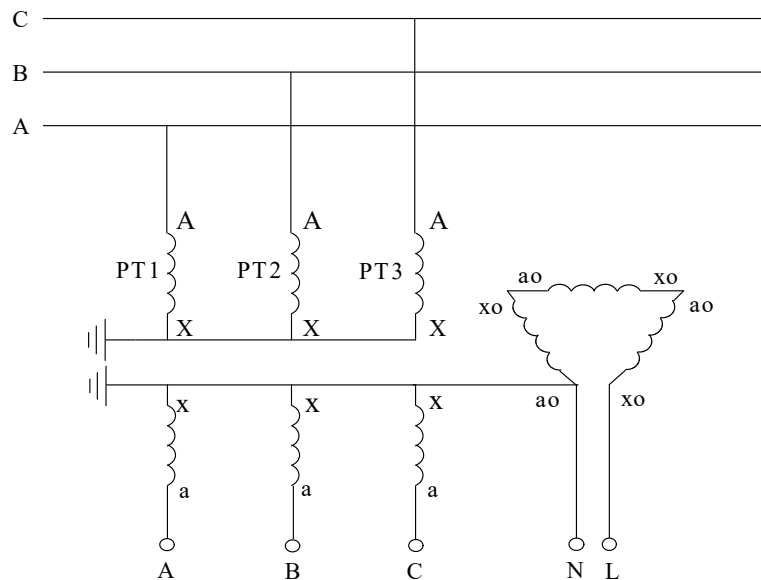
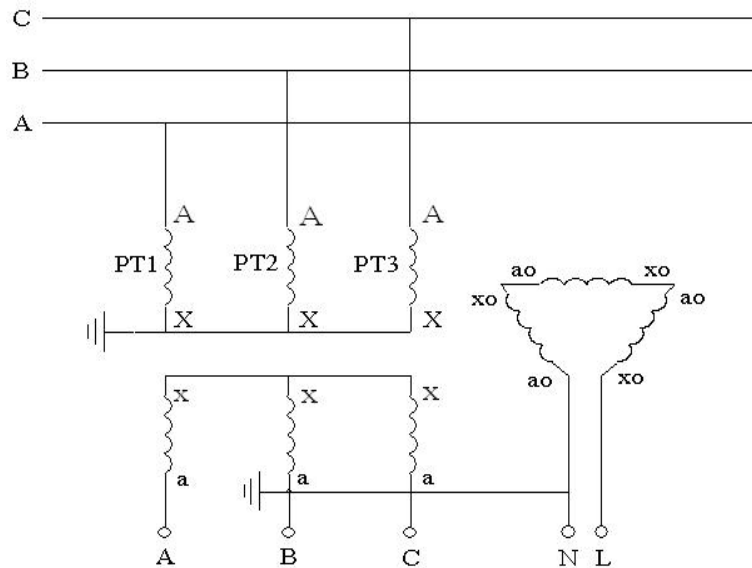

图7 3PT 连接方式，N 接地
图 8 3PT 连接方式，B 相接地
这种连接方式分“N接地”、“B相接地”两种，分别如图7和图8所示。
图 7、图 8 所示的系统运行方式是从 PT 开口三角测量系统电容电流时所必须的运行方式。而对于一般的系统，并不都是处于这样的运行方式下，例如在系统中还接有消弧线圈、PT 高压侧中性点接有高阻消谐器、PT 开口三角接有二次消谐装置等。这时，为了使用测试仪进行容性电流的测量，必须将运行方式转换为图 7 或图 8 所示的运行方式。
- (1) 检查测量用的 PT 高压侧中性点是否安装有高阻消谐器，如有，将其短接。从测量原理可知，选用哪组 PT 进行测量，我们就只考虑这组 PT 的接线情况。而无需关心系统内的其他 PT 的情况。如果系统中有些 PT 安装高阻消谐器，有些没安装，则完全可以从没有安装高阻消谐器的 PT 进行测量，这样可以省去短接消谐器的工作。
- (2) 检查消弧线圈是否全部退出运行。在有电气联系的被测电压等级系统中所有消弧线圈均要退出运行，并非只退出该变电站的消弧线圈。同时只考虑被测电压等级的情况，无需考虑其他电压等级的情况。例如，被测变电站 A 为 10kV 系统，并通过联络线与变电站 B 的 10kV 系统相连，变电站 A 有 2 台消弧线圈，变电站 B 有 1 台消弧线圈，则测量时有电气联系的这 3 台消弧线圈均要退出运行；而 35kV 系统有无消弧线圈则无需考虑。
- (3) 退出 PT 开口三角的消谐装置。如果经过实测证明，开口三角所接的某些厂家某些型号的二次消谐装置对测量结果没有影响，则消谐装置可以不退出运行。一般对于微机控制的消谐器，其只有在系统有谐振发生时才动作，该类消谐器一般对测量无影响。
- (4) 如果 PT 二次侧并列运行（很少见），则将其改为单独运行。
- (5) 确保将测试仪的电流输出端正确接到图 7 的开口三角 N-L 上。一般在二次的端子编号为 N600 和 L630。为了确保连接正确，可以按下列方法进行检查：用万用表分别测量 PT 二次侧三相电压和开口三角电压；将三相电压中的最大值减去最小值得到的差和开口三角电压比较，如果两者差不多，就说明找到的开口三角端是正确的；如果两者差别很大，则说明没有正确找到开口三角端。例如，测量得到三相电压分别为 61V、60V、59.5V，则正确的开口三角电压应为 1.5V 左右，如果测量得到的开口三角电压仅为 0.2V，说明所找的开口三角端不正确或 PT 开口三角连线已经断开（在现场实测中发现有多个变电站的 PT 开口三角连线断开情况）。
- (6) 选择正确的 PT 变比，也就是选择正确的 PT 接线方式。电容电流测试仪是通过选择 PT 连接方式和设定系统额定高压来确定 PT 变比的，这样对于试验人员会更方便、快捷。PT 一般是采用 100/3V 的二次绕组连接成开口三角，但也有特殊的情况，有些变电站的 PT 采用 100V 二次绕组组成开口三角。为了确保选择变比的正确，可以通过测量组成开口三角的各绕组的电压来确定。
- (7) 完成以上操作后，就可以使用电容电流测试仪进行电容电流的准确测量。